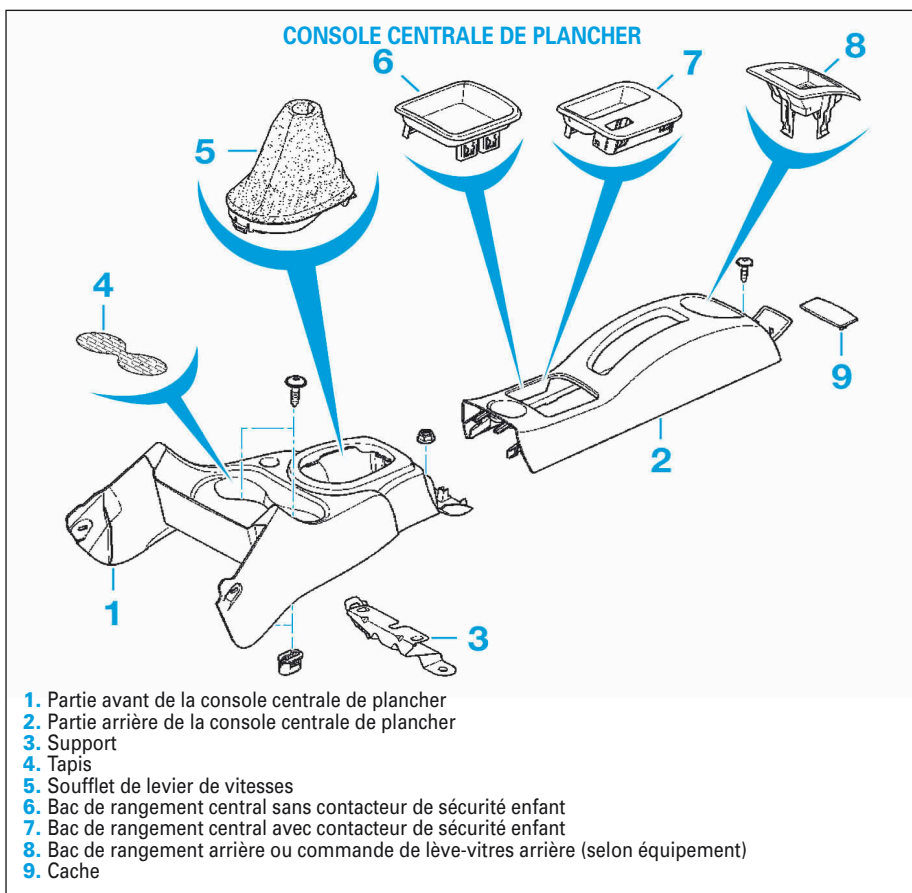

FIG.1
- Dégrafer le cache (1) (Fig.1).
- Déposer la vis (2).